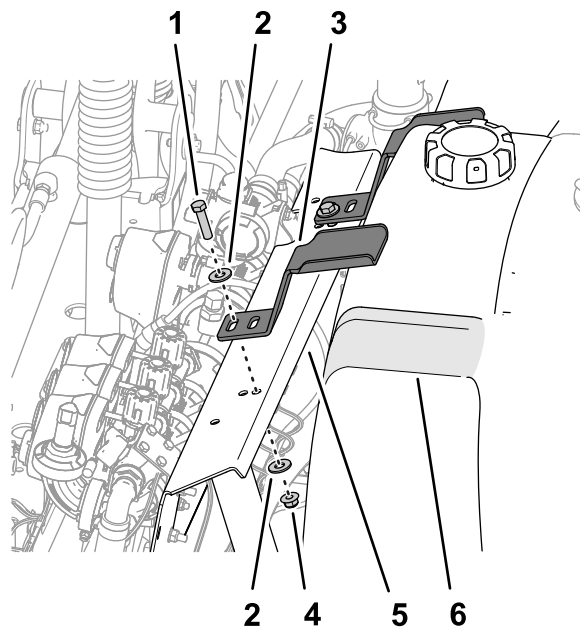

图14
- 将压紧装置与冲洗水箱顶部的凹槽对齐 图14。
- 将压紧装置上的槽与阀门安装架上的孔对齐 图14。
- 对冲洗水箱中另一凹槽处的另一个压紧装置重复步骤 2 至 4 图14。